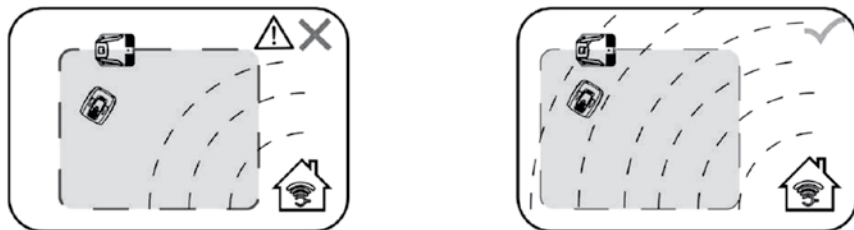

Рис. 33
2. Если вы используете устройство с поддержкой Wi-Fi, перед настройкой соединения проверьте расположение док-станции: мы рекомендуем, чтобы она находилась в зоне устойчивого сигнала вашего маршрутизатора (см. схему ниже рис. 33).